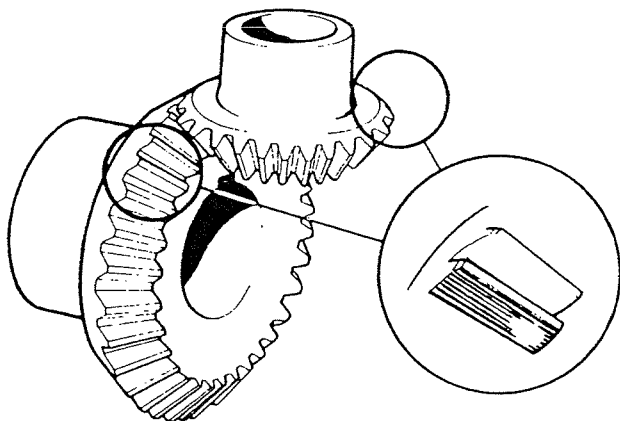

Fig. 25
6. Kontrollera att märkbilden på kuggytorna överensstämmer med märkbilden på fig. 25. Bilden skall ligga nära lilländan på kuggarna. Är märkbilden inte den rätta flyttas justermellanläggen (11) och (46) enligt följande: